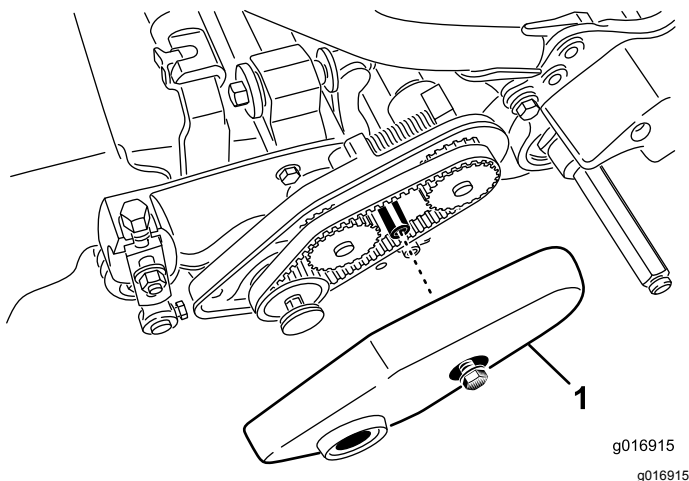

Figura 19
- Afloje el perno que sujeta la cubierta de la correa y retire la cubierta de la correa para tener acceso a la correa (Figura 19).